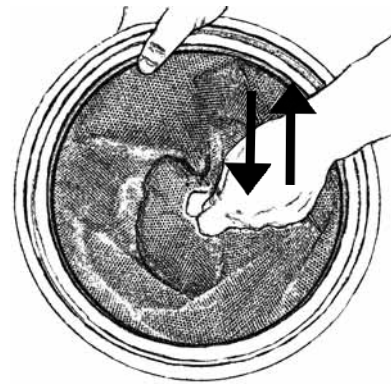

Fig. 22
1. Sustituir el filtro de bolsa limpiado/sacudido del recipiente, Fig. 22. Asegurarse de que el soporte del filtro encaja en el borde interior del recipiente de polvo. Controlar que el filtro está montado correctamente; el mango de tela ha de ser visible.
2. Sustituir el filtro de la bolsa limpio/sacudido en el recipiente. Asegurarse de que el soporte del filtro encaja bien en el borde interior del recipiente de polvo. Controlar que el filtro está montado correctamente; el mango de tela ha de ser visible, Fig. 22.